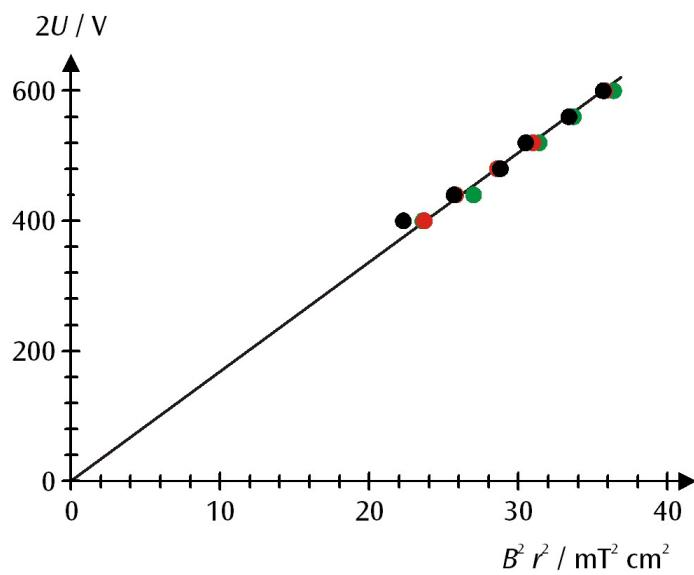

Fig. 3 $r^2 B^2 - 2U$ -Diagramm der Messwerte (schwarz: $r = 5 \text{ cm}$, rot: $r = 4 \text{ cm}$, grün: $r = 3 \text{ cm}$)
- Zur weiteren Auswertung die Messwerte in einem r^2B^2-2U -Diagramm auftragen (siehe Fig. 3).